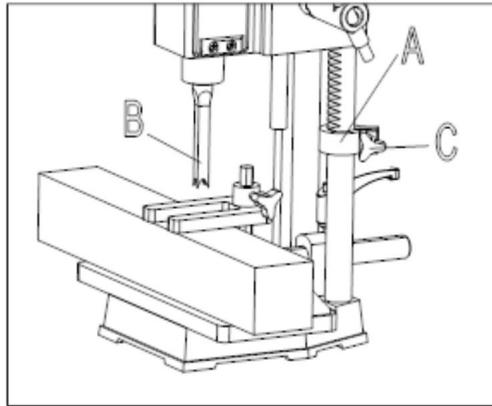

Afbeelding 10
Het hek (A) Afb. 10, kan naar binnen of naar buiten worden bewogen door hendel (B) los te draaien, het hek te schuiven naar de gewenste positie en draai hendel (B) vast. **OPMERKING:** Hendel (B) is veerbelast en kan opnieuw worden geïnstalleerd door de hendel naar buiten te trekken en deze opnieuw op de gewenste positie te zetten. gekartelde moer die zich onder de hendel bevindt.